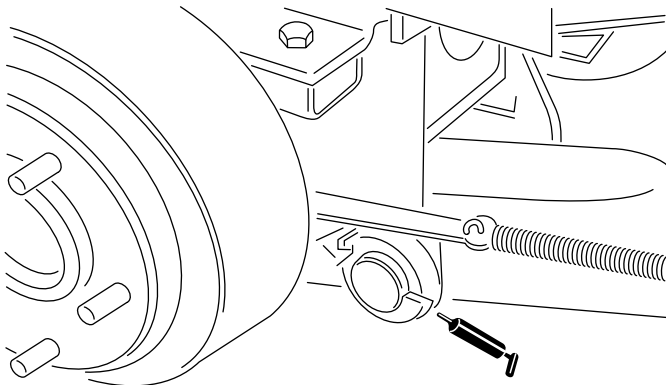

Figura 18
- Pivotes de los brazos de elevación traseros (2) (Figura 18)